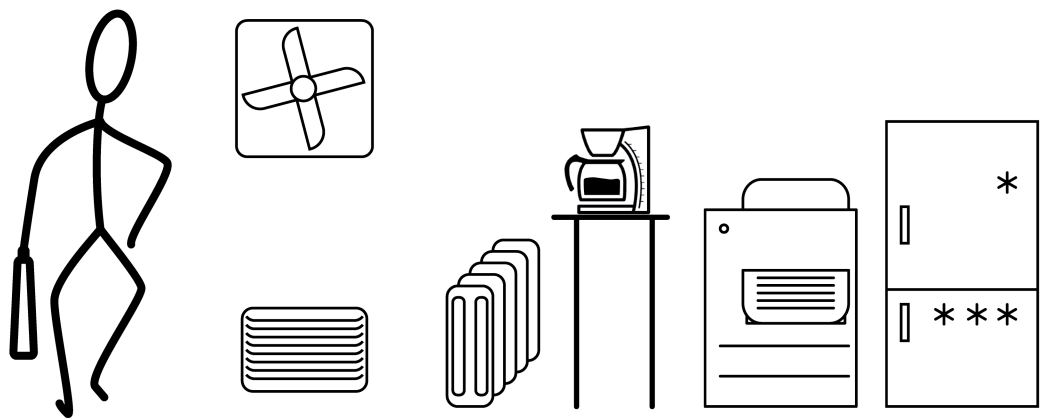

Bild 6: Wärmequellen in Gebäuden
- Wärmequellen wie Heizgeräte, Auslässe von Lüftungsöffnungen oder Klimaanlage, Kopierer, Drucker, Kaffeemaschinen etc. (Bild 6)